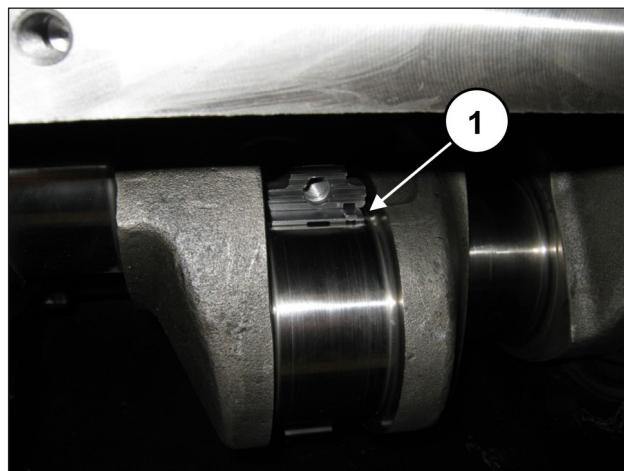

Fig. 65
Introducir los semicojinetes superiores entre las bielas y el eje (pos. ①, Fig. 65).